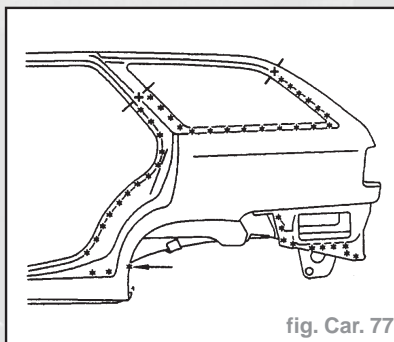

fig. Car. 77
- Dégraffer les points et les points à l'aide d'une fraise de Ø 8 mm. (fig. Car. 77).